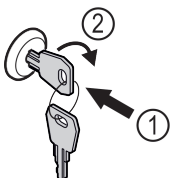

Fig. 187 Beispielhafte Darstellung
- Schlüssel hineindrücken Fig. 187 (1).
- Schlüssel um 90° im Uhrzeigersinn drehen Fig. 187 (2).